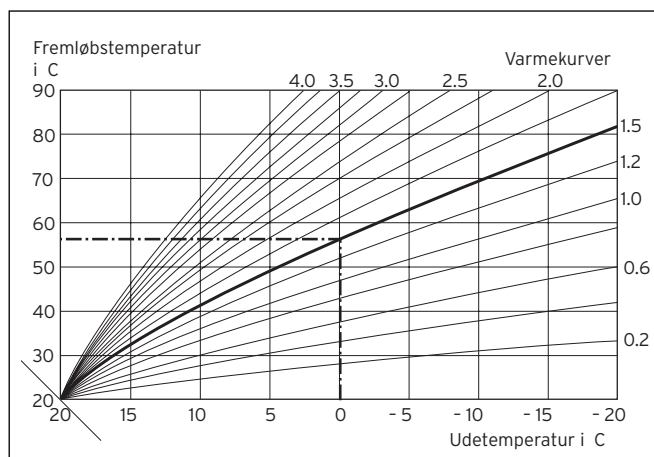

Fig. 4.15 Diagram med varmekurver for en nominel rumtemperatur på 20 °C
Sammenhængen mellem udetemperaturen og den påkrævede varmfremløbstemperatur vises i et diagram med forskellige varme-kurver (se fig. 4.15). Hver varmekurve (fra 0.2 - 4.0) gengiver for den enkelte udetemperatur (vandret diagram-akse) en værdi for varmfremløbs-temperaturen (lodret diagram-akse).
- ⇒ Drej den højre indstillingsknap, indtil den ønskede værdi vises (værdier fra 0.2 til 4.0 er mulige, se fig. 4.15).